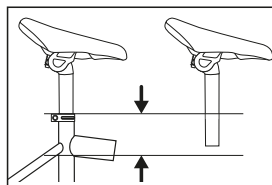

Fig. 3: Altura del sillín/
- ↳ Asegúrese de que la altura del sillín sea correcta. Al ajustar la altura del sillín, observe la profundidad mínima de inserción de la tija del sillín (véase Fig. 3). La profundidad mínima de inserción está marcada en la tija del sillín.